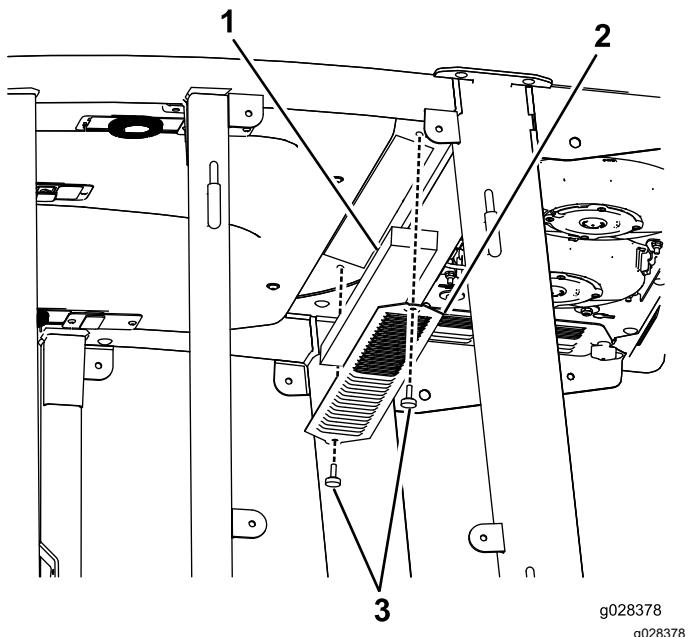
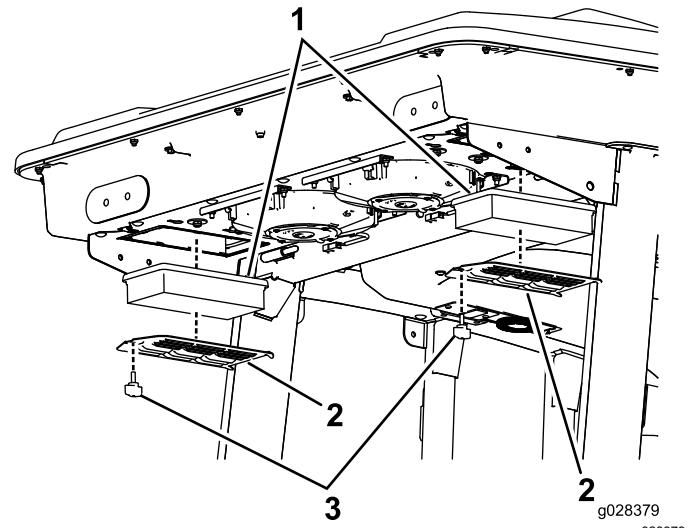
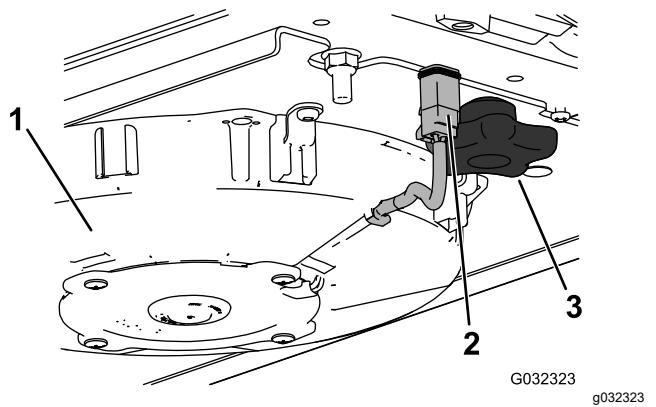
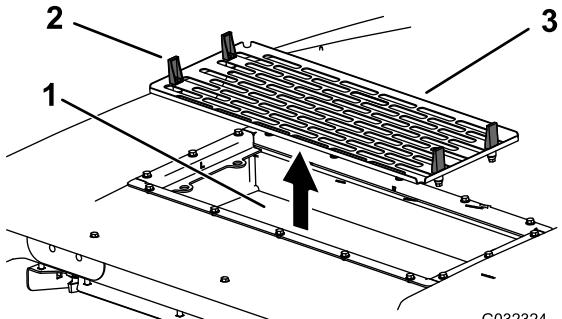

Bild 97
Bild 98
Bild 100
Bild 101
1. Nehmen Sie die Schrauben und Gitter von den internen und hinteren Kabinenluftfiltern ab (Bild 97 und Bild 98).
4. Entfernen Sie die Luftfilter (siehe Bild 98).
6. Bauen Sie Luftfilter, Gitter und Klimaanlage wieder ein (Bild 98, Bild 100 und Bild 101).
7. Schließen Sie das Kabel jedes Lüfters an (Bild 100).